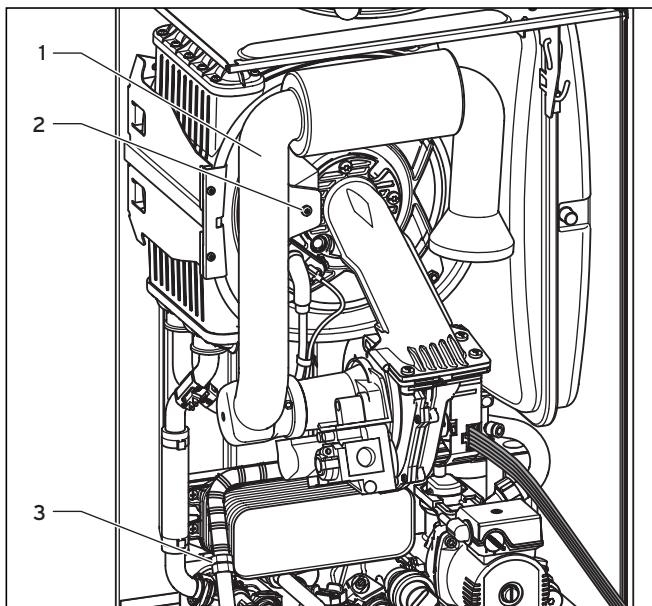

Рис. 8.7 Подсоединение газовой подводящей линии
Откройте подачу газа и проверьте аппарат на газонепроницаемость посредством аэрозоля для поиска течей. Особенно проверьте резьбовые соединения (3, на рис. 8.7) и (11).
- Проверьте синее уплотнение воздуховсасывающей трубы (1) на правильность посадки, см. рис. 8.7.
- Насадите воздуховсасывающую трубу на всасывающий штуцер и закрепите ее стопорным болтом (2), см. рис. 8.7.